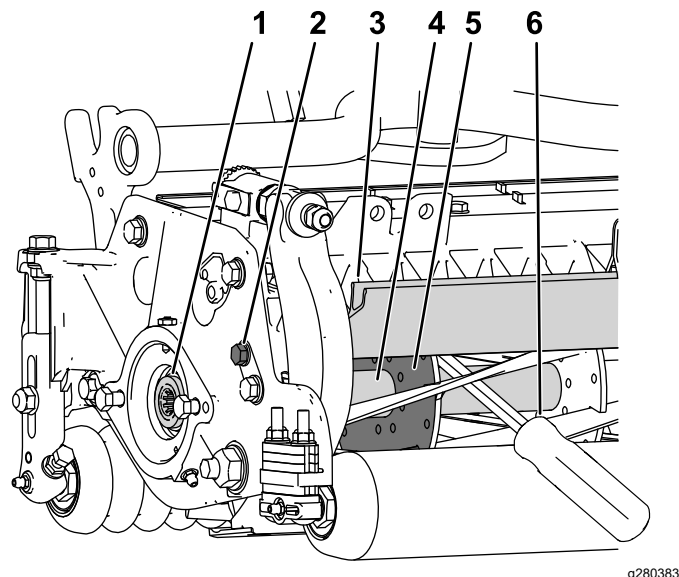

図 31
1. Cuttingユニット左側のシールドボルトをゆるめて後シールドを上げる 図 31。
2. 長い柄のバール 9 mm x 30 cm 程度のドライバータイプのもの。握りのついているものがよいを用意する。バールは、トルク作業を行う側に近い側で、リールの後ろから差し込むようにする 図 31。
3. リールサポートプレートの溶接されている側からバールを入れ 図 31、